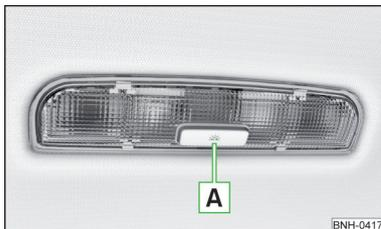

Fig. 60
**Manejo (presionando el interruptor) » fig. 60**